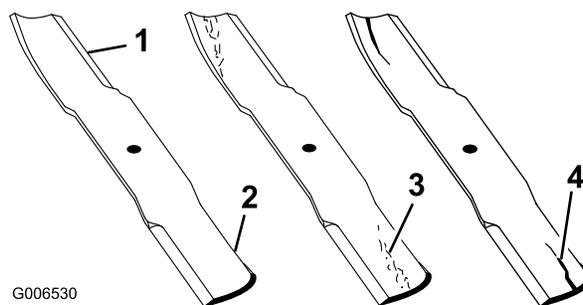

Figura 47
1. Controllate i taglienti (Figura 47).
2. Controllate le lame, in particolare l'area curva (Figura 47).
Nota: In caso di danni, usura o scanalature nell'area (voce 3 e 4 nella Figura 47) montate immediatamente una nuova lama.